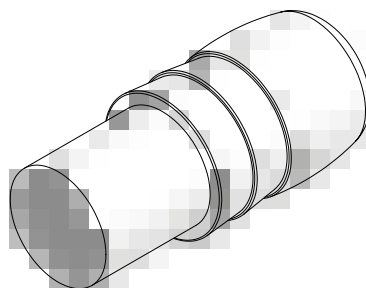

Abb. 77.1
- FB-Aktivstop XT 20 (Abb. 77.1 und Seite XT-78), bestehend aus einem konischen Faserbetonkern und einer integrierten Quelledichtung, oder